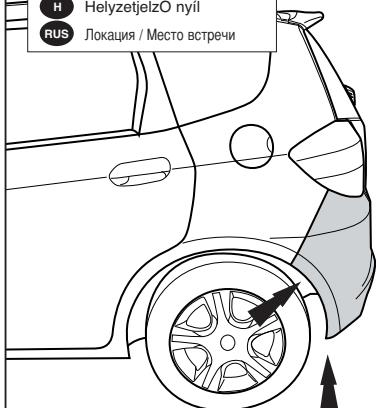

Fig.1
1. Снять бампер. См. рисунок 1.